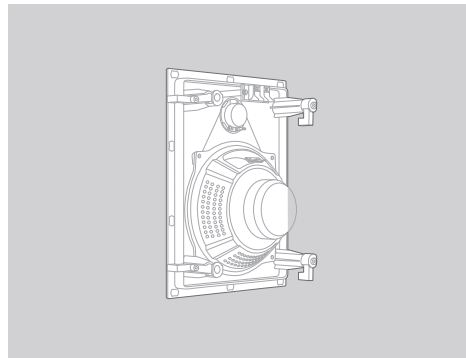

図6
2. 壁の開口部にスピーカーの配線を通します。このとき、お住まいの地域の建築基準法などに違反しないようご注意ください。スピーカーケーブルをスピーカーの端子に正しく取り付けます。それぞれのケーブルを、システムのアンプの端子の色や極性に注意して、対応する端子に間違いのないよう接続してください(図6参照)。